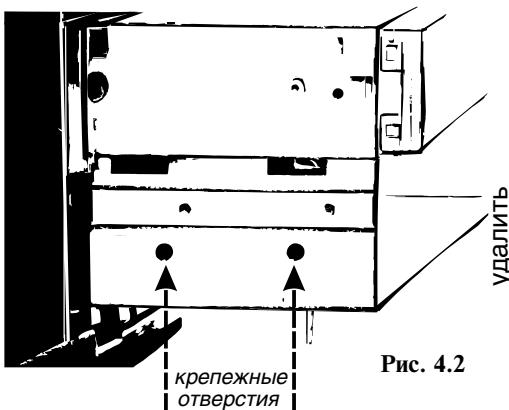

Рис. 4.2
3. Выдвиньте вперед металлический блок. Рис. 4.2.
4. С двух сторон блока открутите винты крепления пластмассового перчаточного ящика. Рис. 4.2.
7. Штатные отверстия, через которые крепился перчаточный ящик, рис. 4.2, необходимо увеличить (рассверлить, раскрутить саморезами).
**15.** Установите Дисплей в отсек. Штатные отверстия, рис. 4.2, в металлическом блоке через которые крепился перчаточный ящик и крепежные отверстия на кронштейнах, должны совпадать. Наживите и затяните саморезы.